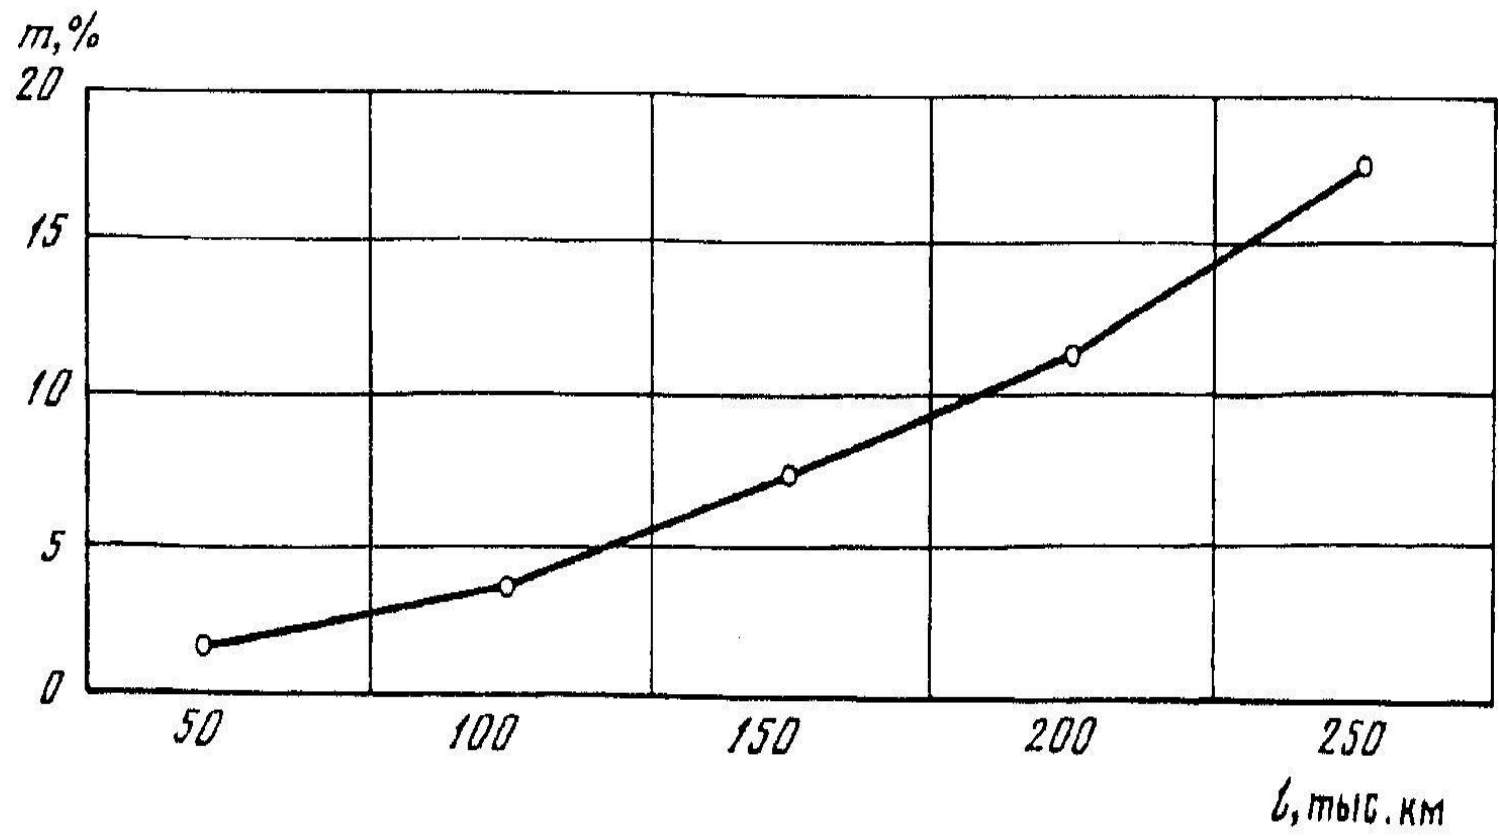

Рис. 3.3. Количество отказов бортовой компьютерной системы, %, в зависимости от наработки легкового автомобиля с начала эксплуатации
- **Нестабильные ТЭС**, $\Pi_{к}(t) \neq \text{const}$ ухудшаются в процессе работы и по мере старения автомобиля или агрегата. Это, например, производительность, затраты на обеспечение работоспособности, интенсивность использования автомобиля и др. (табл. 3.1, рис. 3.3). В значительной степени стабильность ТЭС автомобилей определяется их надежностью.